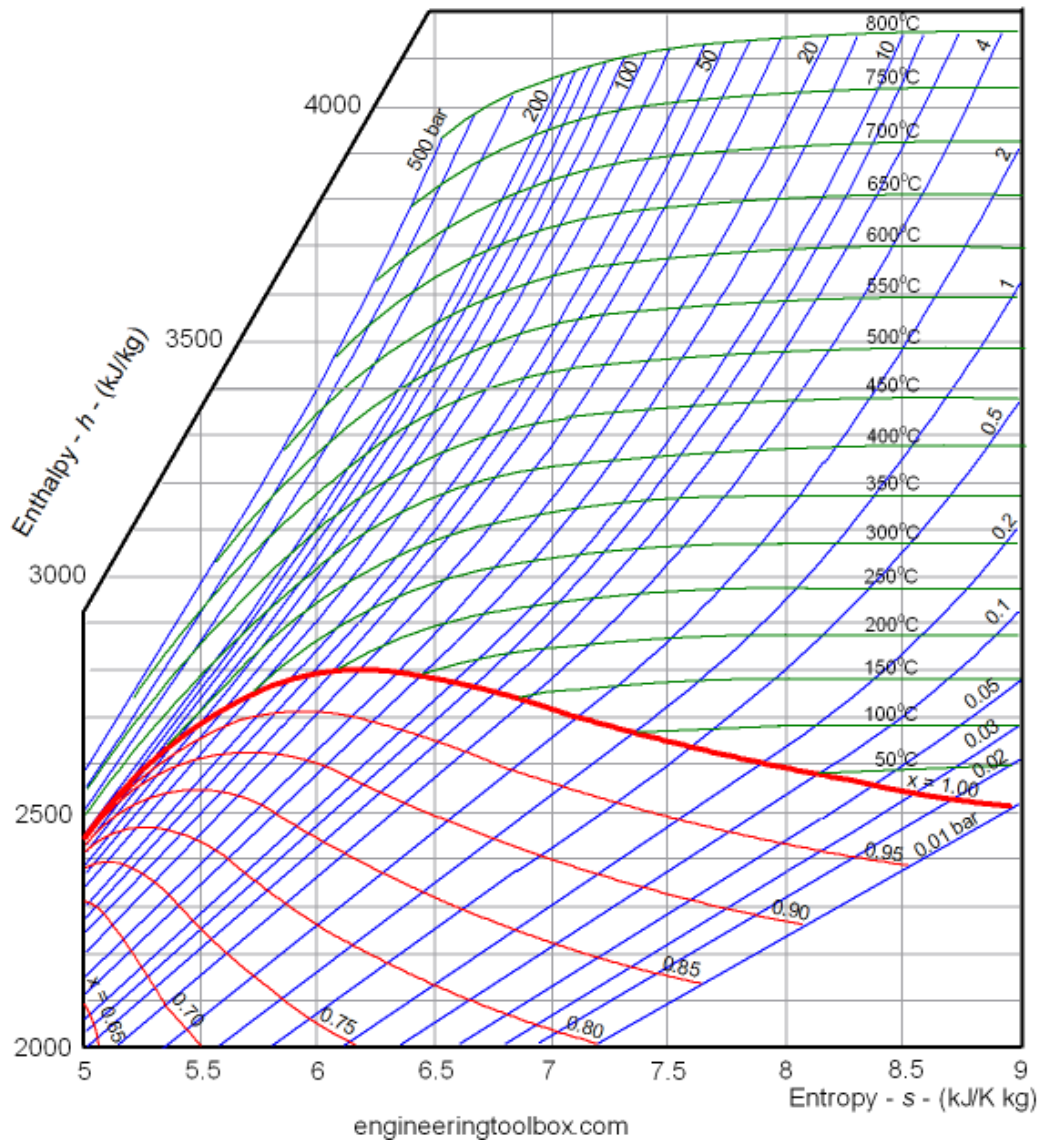

Figure 6 – Diagramme de Mollier de l'eau.
Voir figure 6 page suivante. Il est fréquent de se limiter à un diagramme partiel où le point critique est placé sur l'axe des ordonnées. Seule la portion courbe de rosée de la courbe de saturation apparaît alors.
- 1 - Représenter la transformation sur le diagramme de Mollier représenté figure 6.